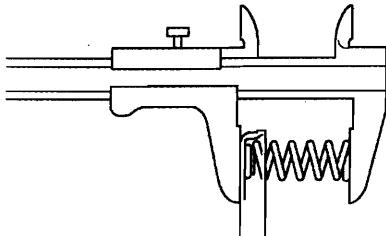

图 12-1-41
(48) 检查制动活塞回位弹簧分总成。如图 12-1-41 所示，用游标卡尺测量弹簧（连同弹簧座）的自由长度，标准自由长度为 17.05mm。